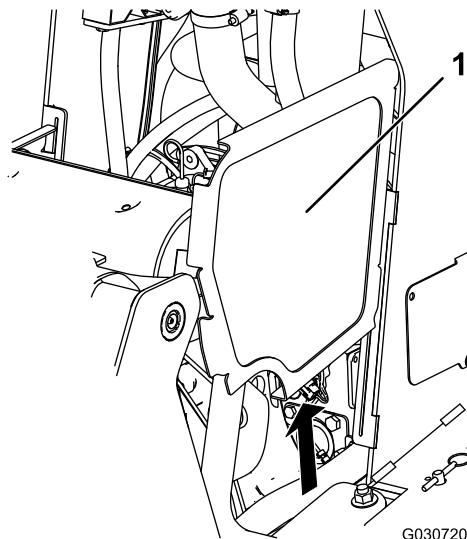

Figura 40
2. Fate scorrere le griglie laterali (Figura 40) verso l'alto e al di fuori delle fessure nella griglia e nel telaio anteriori.